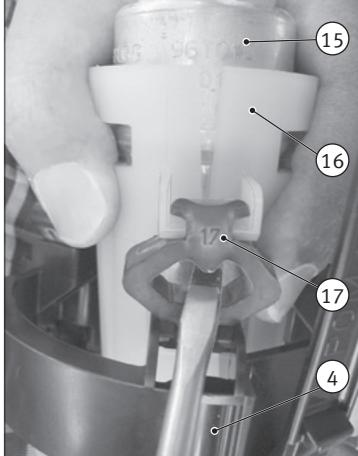

Abb. 3/Fig. 3/Puc. 3/图3
- 燃油泵 (15) 位于支架 (套管) (16) 内。此套管通过一个止动环 (4) 固定在防溅板内。
- 将止动环的两个夹子 (7) 同时压向中间并将止动环向上抽出。
- 止动环中装有一个过压安全阀 (8)，其利用 O 型环牢固地位于防溅板内。妥善保存密封环。
- 拔下电气接头 (9)。
- 打开软管卡箍 (3) 并拔下软管 (2)。
- 将 3 个橡胶缓冲块 (17) 的上部从套管中撬起。为此，由后方向上按压三角凸起 (参见图 3)。
- 从止动环 (4) 中向上抽出泵 (15) 与套管 (16)。
- 拆卸固定架 (5)。
- 我们提供工具 4.00063.00.0，以便进一步简化燃油泵拆卸/安装。此时，工具 (18) 扩开套管 (16) 的支架，从而能够从套管中轻松抽离旧泵 (15)。
- 将新泵插入套管时，抽吸接头 (20) 需嵌入套管底部中的相应开口 (19)。
- 如果套管四部中的周围凸缘清晰可见，则泵的插入深度已足够。如泵无法继续压入，则套管与泵彼此错位且抽吸接头 (20) 未置入开口 (19) 内。
- 用固定架 (5) 将泵固定在套管上。
- 将新泵 (15) 与套管 (16) 一同推入止动环 (4)。
- 将 3 个橡胶缓冲块 (17) 重新压入套管上的定位件内。
- 将软管 (2) 插到软管接口上并用一个软管卡箍 (3) 固定。